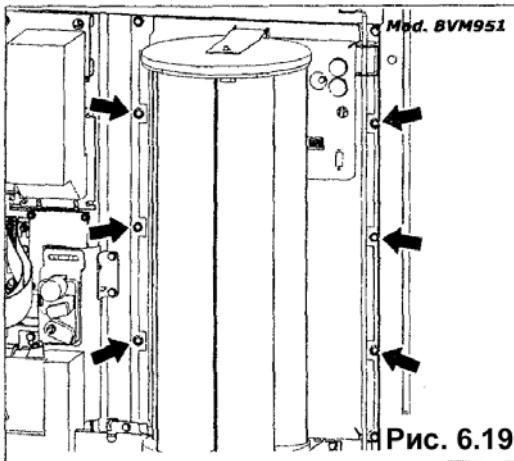

Рис. 6.19
- Отвинтите шесть трехдольчатых винтов, расположенных внутри дверцы, и снимите передний защитный щит (рис. 6.19).